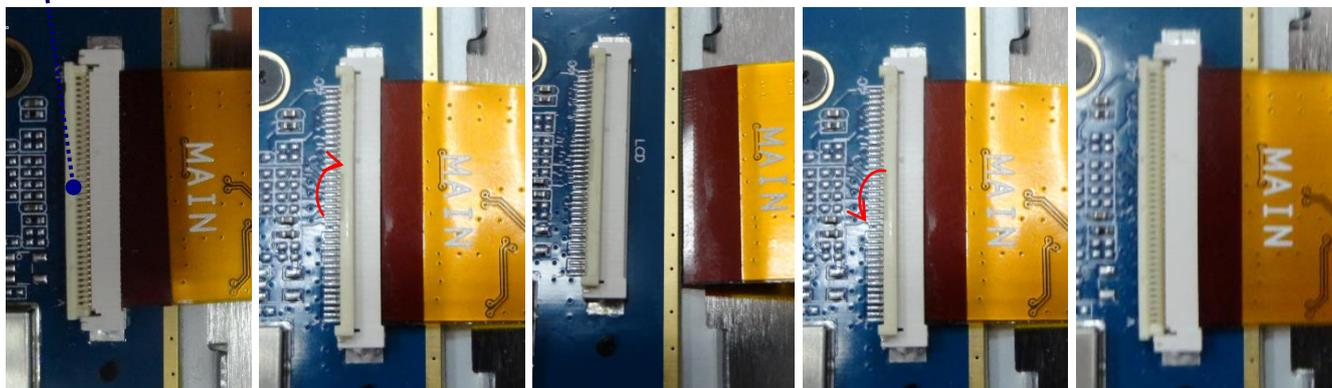

Рисунок 4.2. Переподключение шлейфа к разъему планшетной платы.
4.2 Откройте защелку разъема и отсоедините шлейф, после аккуратно установите шлейф в разъем, не допуская смещений и перекосов, закройте защелку разъема (см. рис. 4.2).